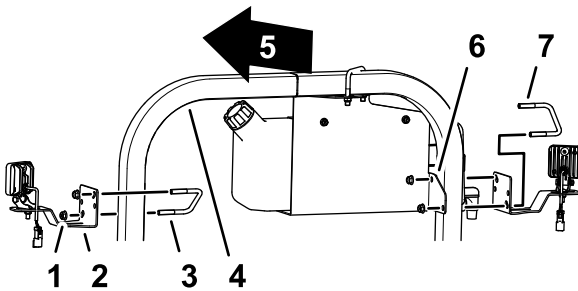

图 5
- 在 ROPS 左侧卸下将清水箱支架固定至 ROPS 管的 U 形螺栓  $\frac{3}{8}$  x  $3\frac{1}{2}$  x 2-13/16 英寸和凸缘锁紧螺母图 5。
- 如图 5 所示用步骤 1 中卸下的 U 形螺栓  $\frac{3}{8}$  x  $3\frac{1}{2}$  x 2-13/16 英寸和凸缘锁紧螺母  $\frac{3}{8}$  英寸将 LED 灯和支架安装到 ROPS 管和清水箱支架上。
- 在 ROPS 管的另一侧用 U 形螺栓  $\frac{3}{8}$  x  $3\frac{1}{2}$  x 2-13/16 英寸和凸缘锁紧螺母  $\frac{3}{8}$  英寸将后工作灯套件的 LED 灯和支架安装到 ROPS 管上图 5。